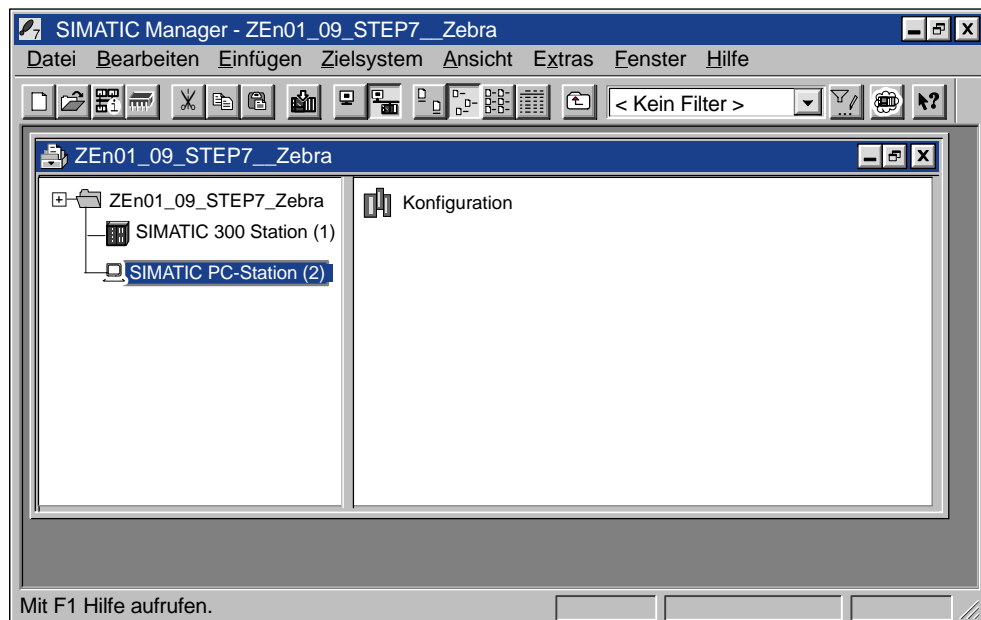

Bild 4-5 Einrichten der PC-Station im Beispielprojekt
2. Öffnen Sie die Konfiguration in STEP 7 mit Doppelklick auf das Objekt "Hardware" (siehe Bild 4-5).